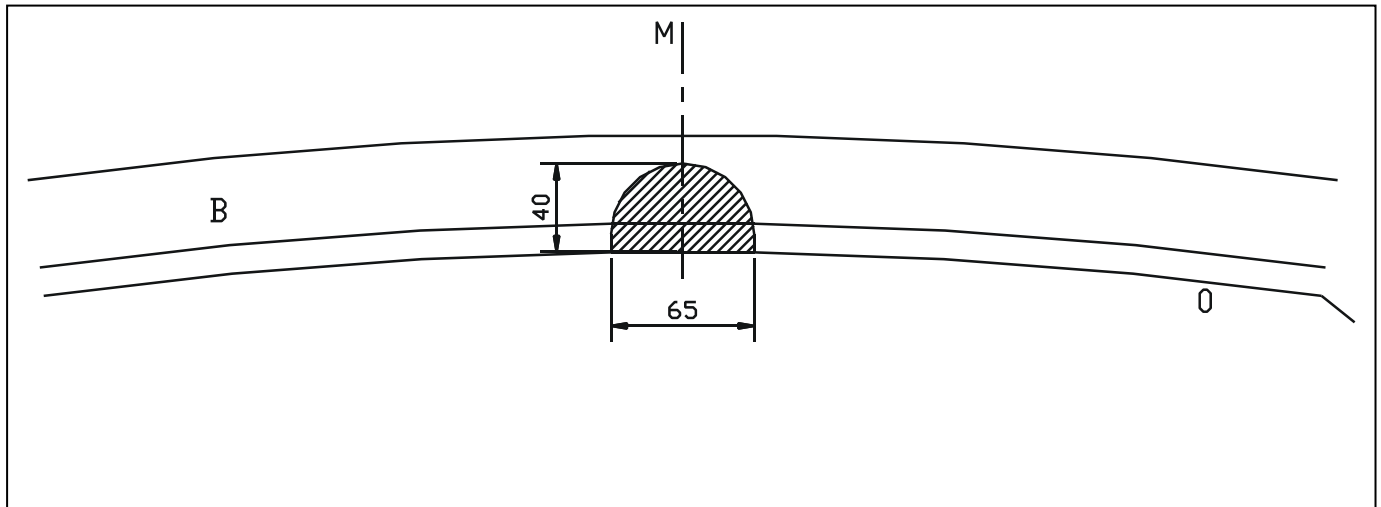

Fig.1
2. Schuif de trekhaak met de draagarmen in de vrijgekomen chassisopeningen, de punten (A) komen te passen met de voorziene boringen aan de buitenzijde van de chassis, breng bouten en rondsels in span degelijk vast (zie aanhaalmomenten).
3. Maak in de onderzijde van de bumper een insnijding volgens bijgevoegde tekening (zie fig.1), monteer de bumper terug op het voertuig.
2. Glissez l'attelage avec les bras-porteurs dans les ouvertures du châssis qui viennent d'être dégagés, les points (A) s'accordent avec les forages prévus au côté extérieur du châssis. Insérez les boulons et les pignons et bien serrez le tout (cfr. tension).
3. Faire une découpe du côté inférieur du pare-chocs selon dessin 1 (fig. 1), remonter le pare-chocs sur le véhicule.
2. Shove the towbar with the supporting arms in the liberated holes of the chassis beam. Points (A) fit the liberated holes on the outside of the chassis, insert the bolts and washers and tighten everything firmly (see tension).
3. Make an incision in the underside of the bumper according to figure 1, reassemble the bumper on the vehicle.